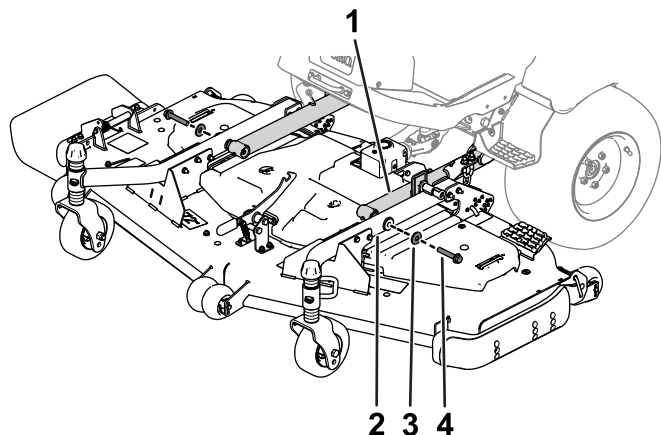

Figura 4
7. Utilizzate 2 bulloni a testa esagonale e 2 rondelle per fissare i bracci delle ruote orientabili ai bracci di sollevamento (Figura 4).